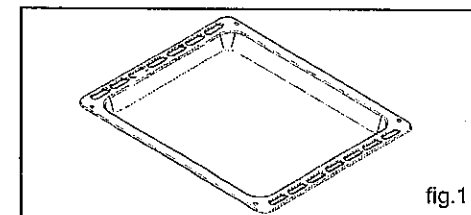

fig.1
• Plat lèchefrite multi-usages fig.1
Vous devez respecter la cote d'encastrement suivante (fig.1, vue de dessus):
- Enfoncez un tournevis entre la tôle du capot et la trappe puis faites pivoter la trappe (fig.1).